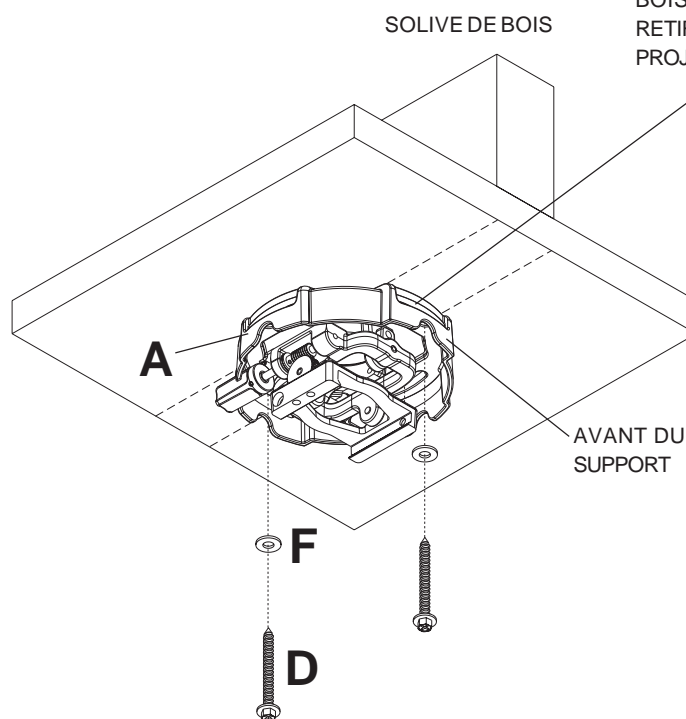
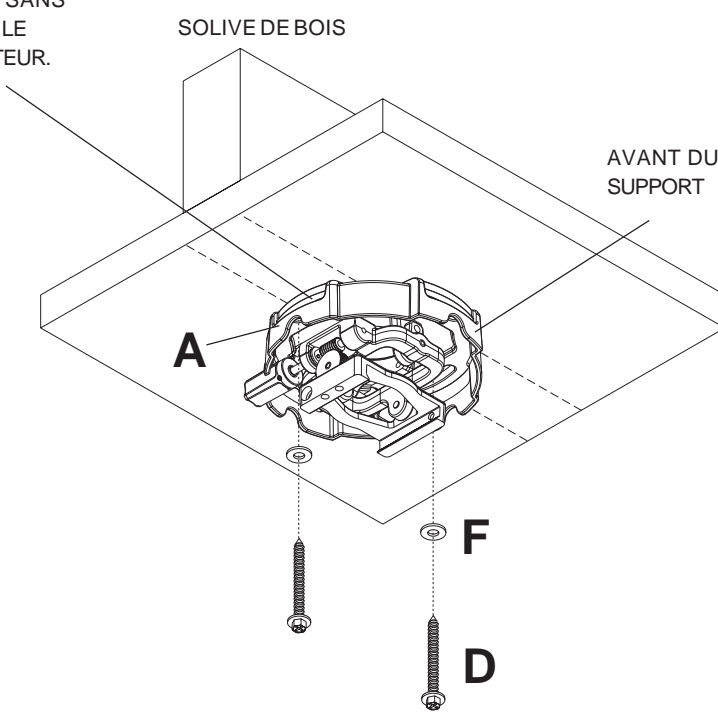

figure 2.1
figure 2.2
- 2** Placer le support de projecteur (A) sur le plafond comme gabarit et marquez le centre des deux trous de fixation. Veillez à ce que les trous de fixation soient au centre de la solive de bois. Percez deux trous de 5/32 po (4 mm) de dia. à une profondeur minimale de 2,5 po (64 mm). Fixez le support de projecteur (A) à l'aide de deux vis à bois no 14 x 2,5 po (6 mm x 65 mm) (D) et de deux rondelles plates (F) comme illustré à la figure 2.1 ou à la figure 2.2, selon l'orientation de la solive. Serrez les vis à bois (D) à l'aide d'une clé à douille de 3/8 po (10 mm), d'un tournevis Phillips ou d'une clé à fourches de 10 mm jusqu'à ce que le support de projecteur (A) soit solidement fixé.